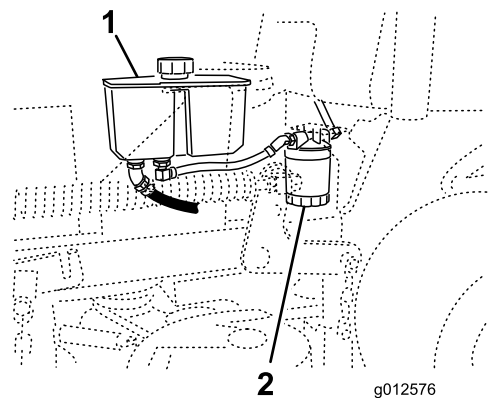

Figura 75
3. Localice el filtro y coloque un recipiente debajo del filtro (Figura 75).